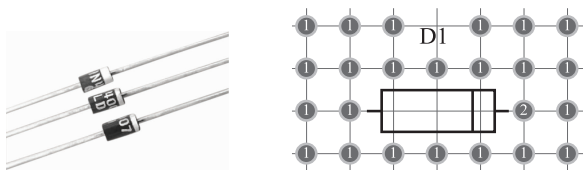

图 1-24 采用 DIODE -0.4 封装安装指示图
(2) 如图 1-24 所示，将插件塑封二极管安装在万能板对应位置，该焊盘间距为 400mil，对应元器件封装名为 DIODE-0.4。